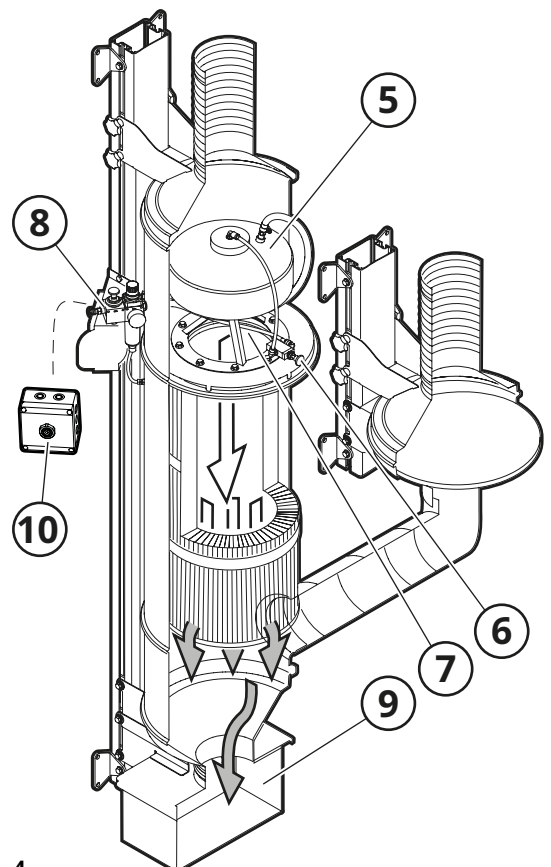

Fig. 4
Rensning utförs (5, **Fig. 4**) genom att manuellt trycka in knappen för tryckluftsrensning (6) så att en impuls av tryckluft blåser filtret rent från föroreningar. Impulsen av tryckluft kommer från blåsmunstycket (7). Impulsens styrka justeras på tryckluftsregulatorn (8).
Ett ljudlarm (10, **Fig. 4**) signalerar när luftflödet understiger 600 m3/h, vilket indikerar att maskinens uppsugningsförmåga är otillräcklig.